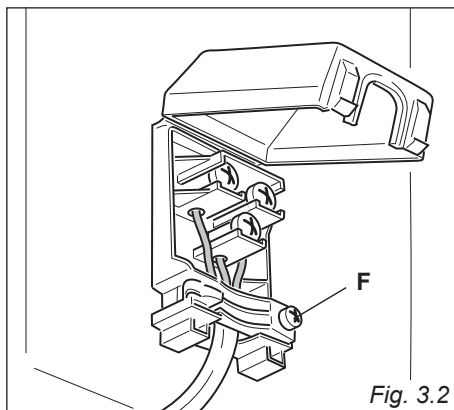

Fig. 3.2
- Aprire il fissacavo svitando la vite “F” (fig. 3.2), svitare le viti dei morsetti e togliere il cavo.
1. Ruotare la manopola del rubinetto gas in senso antiorario (fig. 3.2), fino alla portata massima, premerla e mantenere la pressione, si otterrà l'attivazione dell'accensione.